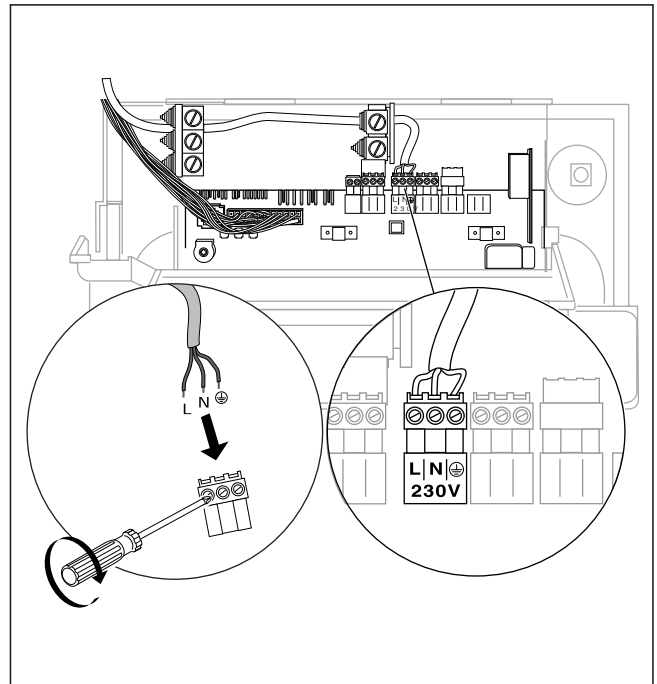

Рис. 4.4 Присоединение провода подключения к сети
Провод подключения к сети и все прочие соединительные кабели (например, кабель отопительного насоса и т.д.) могут быть присоединены к клеммам предусмотренных для этой цели штекеров системы Pro E (смотри рис. 4.4). Кабели с сетевым напряжением и кабели низкого напряжения (например кабели датчиков) должны прокладываться пространственно раздельно.
- Проложите сетевой провод к штекерам системы Pro E в котле. Присоедините сетевой провод к клеммам штекера подключения сети системы Pro E (смотри рис. 4.4 и 4.5).